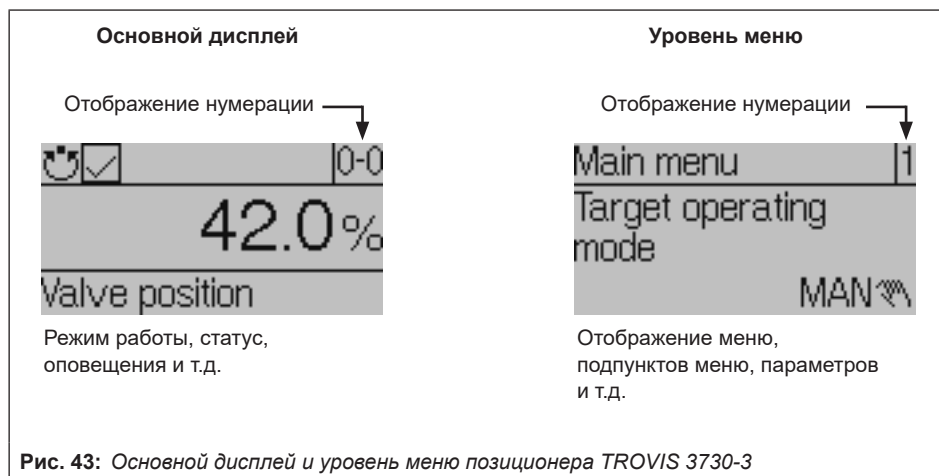

Рис. 43: Основной дисплей и уровень меню позиционера TROVIS 3730-3
При подключении электропитания (управляющий сигнал mA) во время первого ввода в эксплуатацию отображается мастер настроек (см. раздел 8.1), а во всех остальных случаях появляется основной дисплей (Рис. 43, слева) с нумерацией от **0-0** до **0-10** (в верхнем правом углу). Отображаемые значки предоставляют информацию о режиме работы, статусе и т.д. (см. раздел 7.4.1). Нажмите кнопку , чтобы перейти из основного дисплея на уровень меню (Рис. 43, слева). Все настройки и функции выполняются на уровне меню. Раздел 8.2 содержит описание основных пусковых настроек. Список структуры меню и параметров для работы на месте приведен в Приложении (раздел 12.3 со стр. 120).
- ➔ Затем дисплей автоматически переключается на основной экран (см. Рис. 43).
- ➔ Если в течение пяти минут настройки не вводятся, позиционер автоматически возвращается к основному экрану (см. Рис. 43).